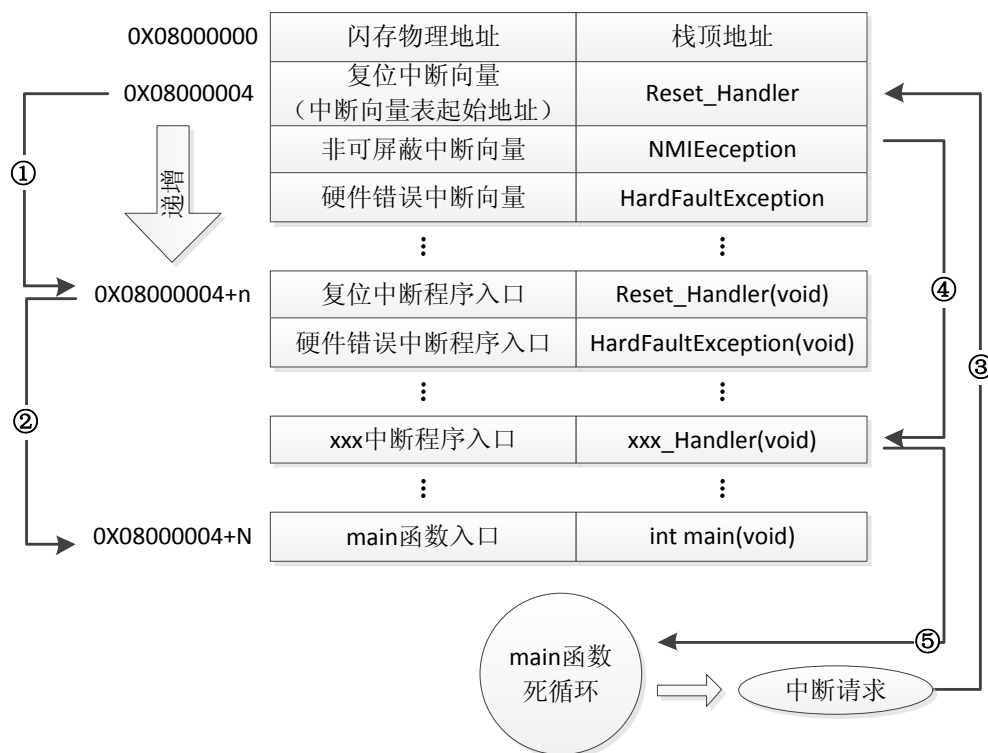
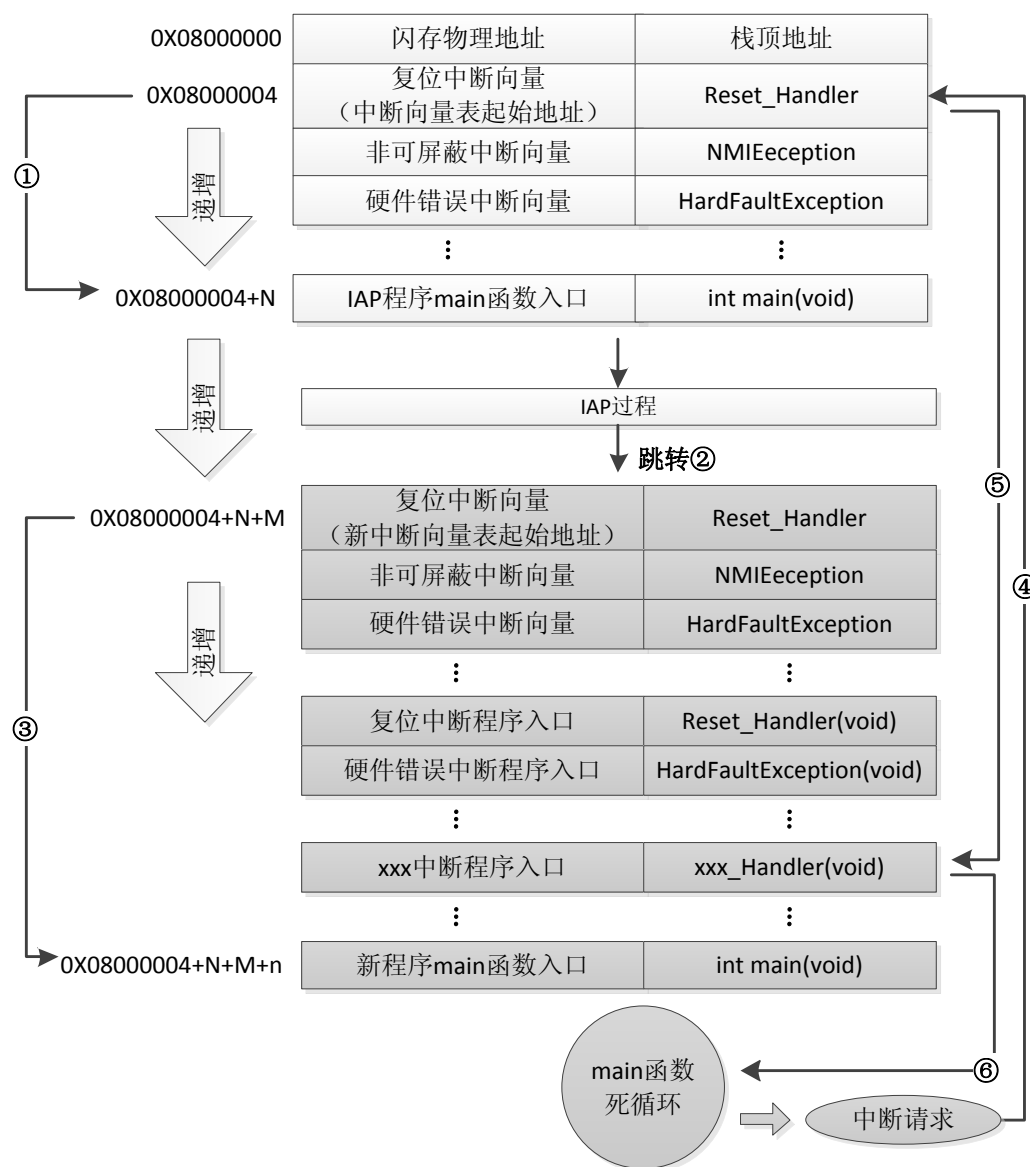

图 53.1.1 STM32 正常运行流程图
图 53.1.2 加入 IAP 之后程序运行流程图
我们先来看看 STM32 正常的程序运行流程, 如图 53.1.1 所示:
在图 53.1.1 中，STM32 在复位后，先从 0x08000004 地址取出复位中断向量的地址，并跳转到复位中断服务程序，如图标号①所示；在复位中断服务程序执行完之后，会跳转到我们的 main 函数，如图标号②所示；而我们的 main 函数一般都是一个死循环，在 main 函数执行过程中，如果收到中断请求（发生重中断），此时 STM32 强制将 PC 指针指回中断向量表处，如图标号③所示；然后，根据中断源进入相应的中断服务程序，如图标号④所示；在执行完中断服务程序以后，程序再次返回 main 函数执行，如图标号⑤所示。
当加入 IAP 程序之后，程序运行流程如图 53.1.2 所示：
在图 53.1.2 所示流程中, STM32 复位后, 还是从 0X08000004 地址取出复位中断向量的地址, 并跳转到复位中断服务程序, 在运行完复位中断服务程序之后跳转到 IAP 的 main 函数, 如图标号①所示, 此部分同图 53.1.1 一样; 在执行完 IAP 以后(即将新的 APP 代码写入 STM32 的 FLASH, 灰底部分。新程序的复位中断向量起始地址为 0X08000004+N+M), 跳转至新写入程序的复位向量表, 取出新程序的复位中断向量的地址, 并跳转执行新程序的复位中断服务程序, 随后跳转至新程序的 main 函数, 如图标号②和③所示, 同样 main 函数为一个死循环, 并且注意到此时 STM32 的 FLASH, 在不同位置上, 共有两个中断向量表。
本章, 我们有 2 个 APP 程序, 一个为 FLASH 的 APP, 程序在 FLASH 中运行, 另外一个为 SRAM 的 APP, 程序运行在 SRAM 中, 图 53.1.2 虽然是针对 FLASH APP 来说的, 但是在 SRAM 里面运行的过程和 FLASH 基本一致, 只是需要设置向量表的地址为 SRAM 的地址。